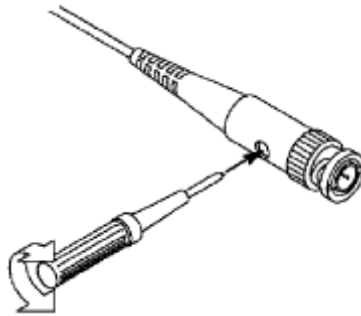

図 4-8 プローブ調整
2. 表示された波形をチェックして、正しく補償されるまでプローブを調節します。図 4-7、図 4-8 を参照してください。